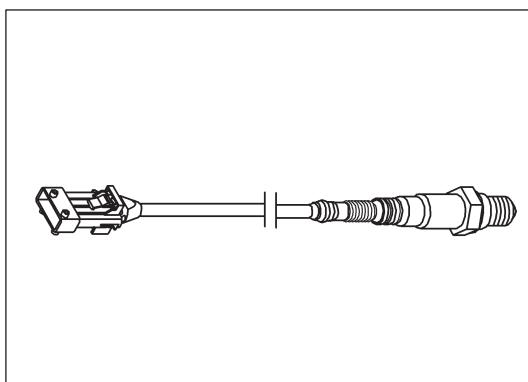
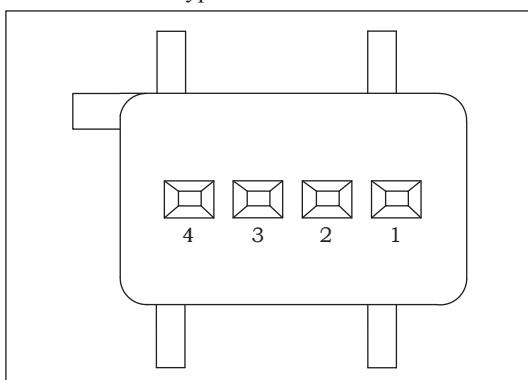

Рисунок 9-3-20. Установка отводящей трубы турбонасоса
Рис. 9-3-21. Контакты кислородного датчика
- (1) Принципиальная схема
- » См. рис. 9-3-20.
- (2) Назначение контактов
- » Все кислородные датчики снабжены проводами. В разъеме кислородного датчика четыре контакта: см. рис. 9-3-21.
- (3) Принцип действия
- (4) Правила использования
- (5) Меры предосторожности при установке